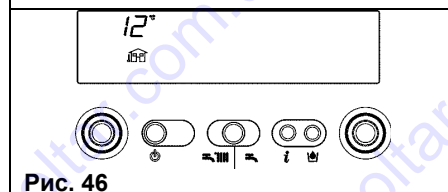

Рис. 46
**Info 1** только при подключенном внешнем (уличном) датчике, отображается уличная температура (например, 12°C) (рис. 46). Отображаемые на дисплее значения заключены в пределах от -40°C до +40°C. При выходе за эти пределы на дисплее отобразится "- -".